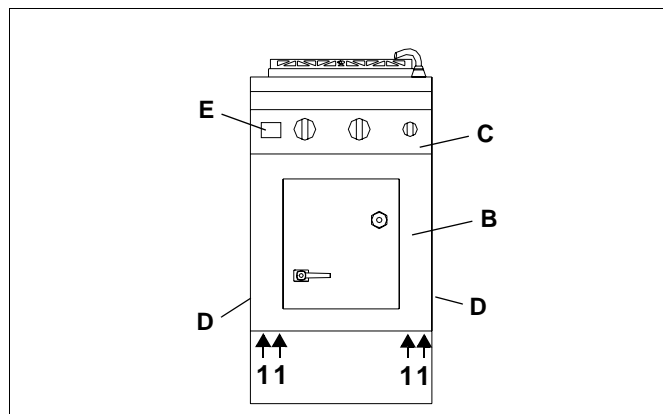
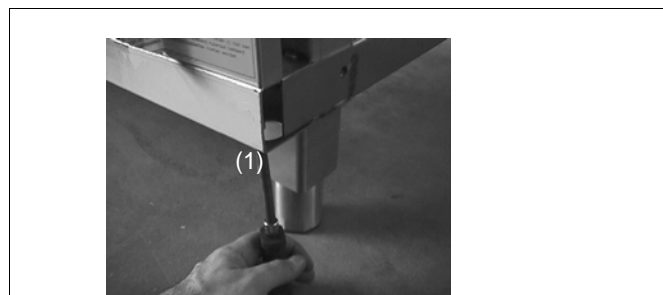

Fig.5 Gesamtansicht
Fig.6 Frontblenden
Das Typenschild (E) befindet sich jeweils innen und aussen an der rechten Seite der Bedienblende (D/Seite 6 Fig.5).
- ⇒ Schrauben (1 / Fig.5, Fig.6) lösen. Bei eingebautem Backofen auch Schrauben (2 / Fig.5) an der Innenseite des Ofens lösen.
2.2 BEDIENUNGSBLENDE (C)
- ⇒ Schrauben (2 / Fig.5) lösen.